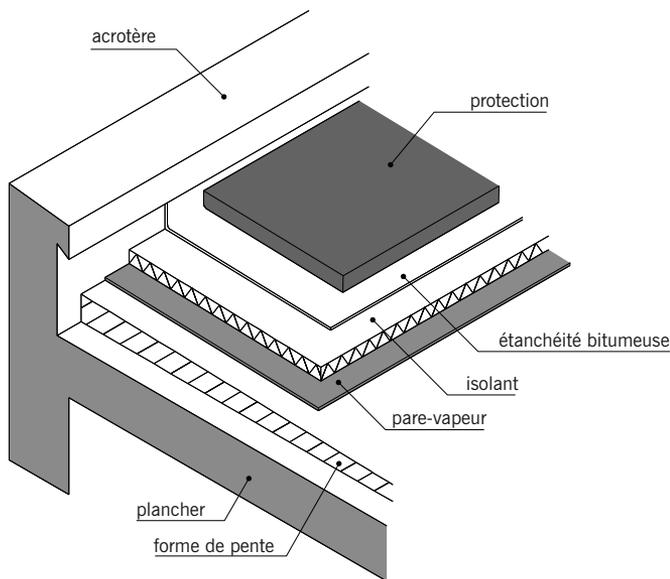

fig. 4.16
- La **toiture-terrasse inaccessible** (fig. 4.16) : toiture où les seuls accès autorisés sont limités aux travaux d'entretien et de réparation.
■ **La forme de pente** (fig. 4.16) : couche de béton ou de mortier maigre coulée sur l'élément porteur avec une légère pente destinée à guider l'écoulement des eaux pluviales vers les orifices d'évacuations. Toutes les toitures-terrasses ne sont pas munies d'une forme de pente. Sa présence dépend du type d'étanchéité retenue et de la destination de la terrasse (pas de forme de pente, le plus souvent, en cas d'accessibilité).